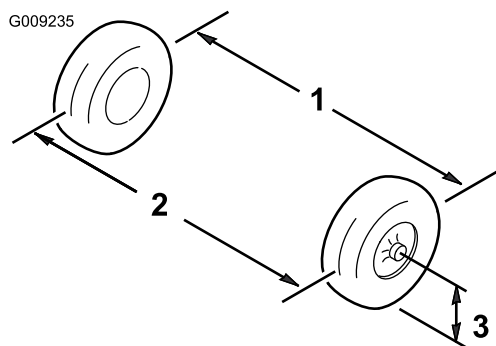

Figura 49
1. Misurate la distanza tra i pneumatici anteriori all'altezza dell'assale, davanti e dietro le ruote (Figura 49).